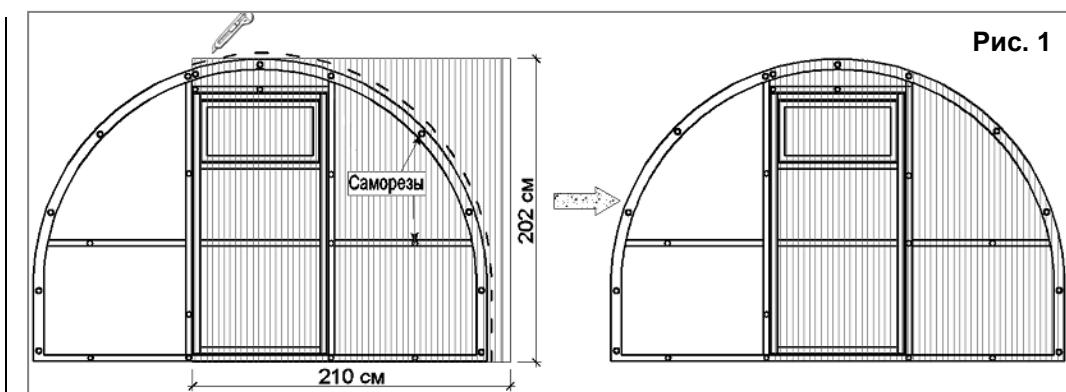

Рис. 1
5.1.2. Наложите одну из частей поликарбоната (202x210 см) на торец как показано на рис. 1. Соты поликарбоната должны располагаться по вертикали. Выровняйте его со всех сторон и закрепите саморезами по деталям торца, согласно просверленным отверстиям. Обрежьте поликарбонат ровно по дуге.